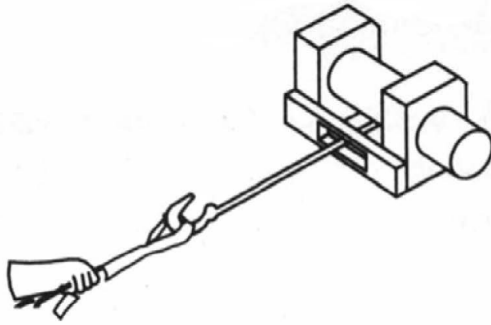

Figura 8
**Attenzione:** Utilizzare sempre il salvamano (Figura 8). Non tenere il gancio con la mano. Questo è importante non solo quando si avvolge la fune metallica, ma anche quando si rimuove la fune metallica dall'argano sotto tensione.